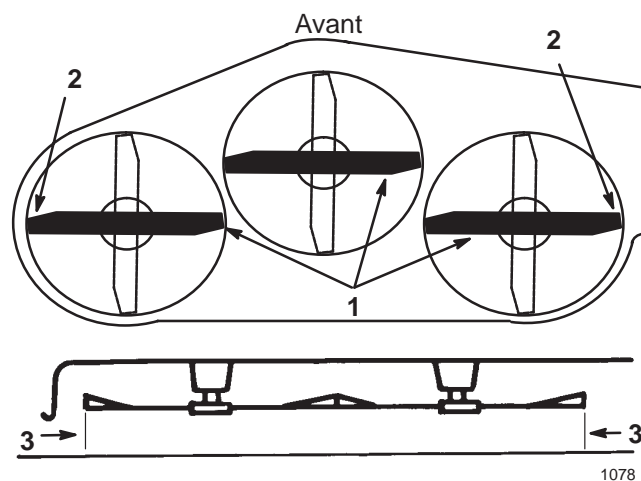

Figure 39
6. Tournez prudemment les lames pour qu'elles soient parallèles dans le sens transversal (Fig. 39). Mesurez la distance entre les tranchants extérieurs et le sol plat (Fig. 39). Si les deux mesures diffèrent de plus de 4,75 mm, l'horizontalité transversale doit être réglée (voir les points 7 et 8).